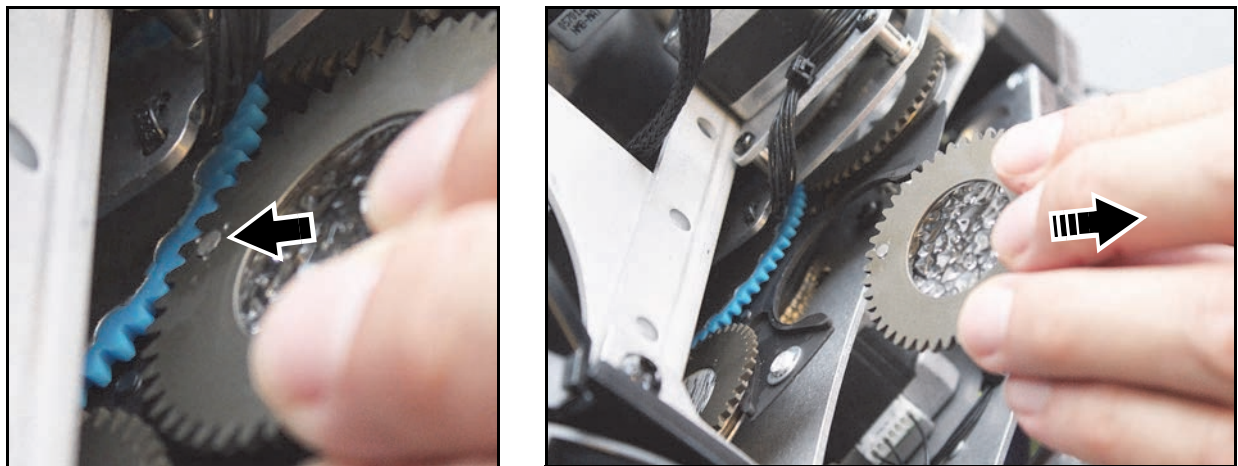

Figure 13: Remplacement des gobos tournants
2. Voir Figure 13. Tournez la roue de gobos tournants jusqu'à accéder au gobo à remplacer. Évitez de tourner la roue pendant le reste de la procédure.